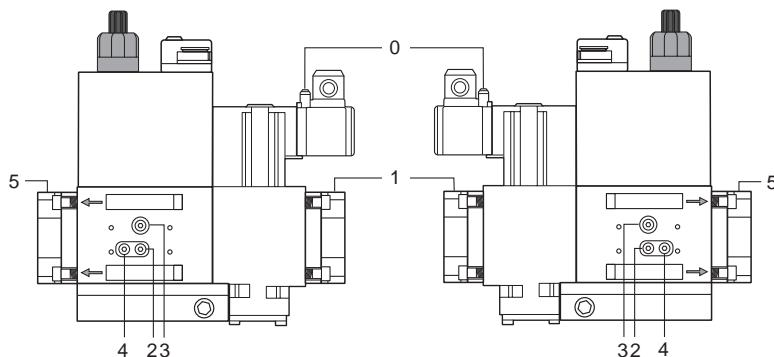

Рис. 24
- .Почистьте и проверьте патрон газового фильтра, в случае необходимости замените его (Рис. 24).